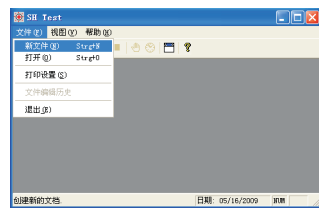

图 15
(3) 具体操作
- D、点击文件菜单中的新文件选项（图15）；